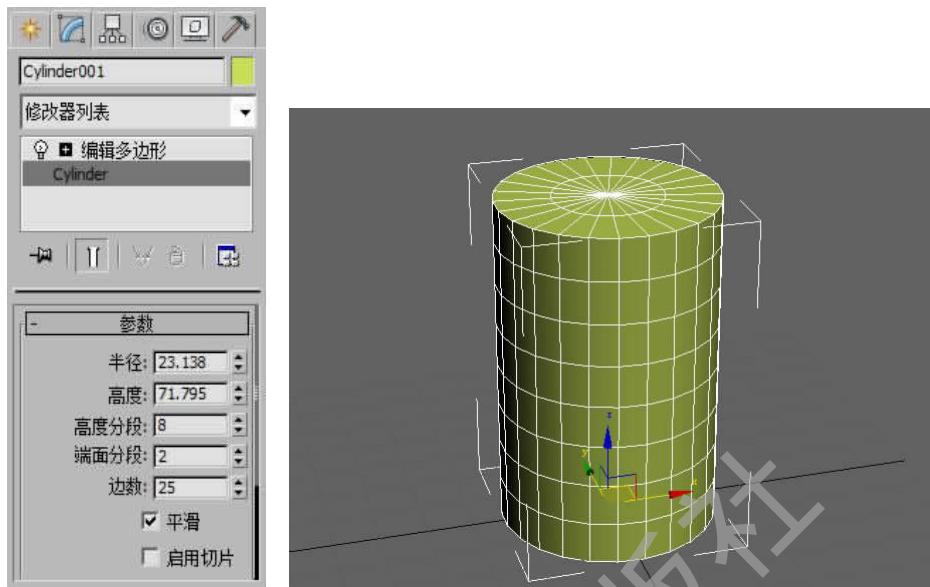

图 2-84 编辑多边形
Step 1. 进入 创建面板 → 几何形体 → 圆柱, 在修改列表中选择编辑多边形, 如图 2-84 所示。